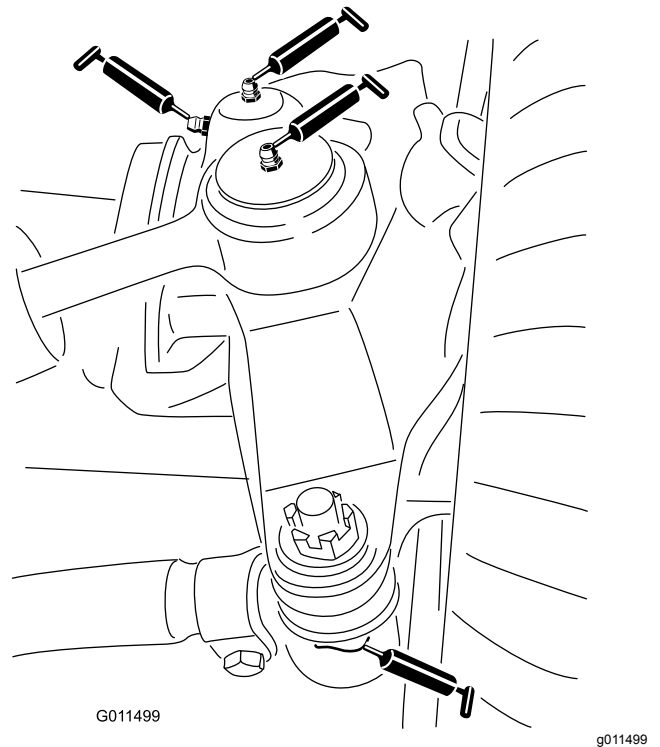

Figura 62
- Giunti sferici (2) del cilindro di sterzo (Figura 62)
- Giunti sferici (2) del tirante (Figura 62)
- Boccole (2) del perno del fuso a snodo (Figura 62).